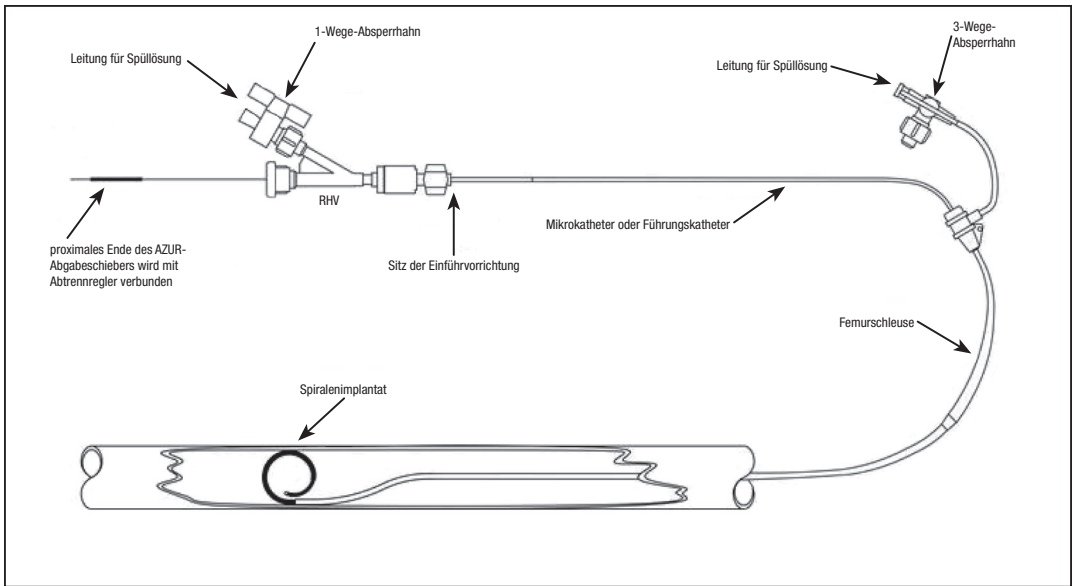

Abbildung 1 – Darstellung des Aufbaus des AZUR-Systems
1. Das Darstellung des Aufbaus ist in Abbildung 1 dargestellt.